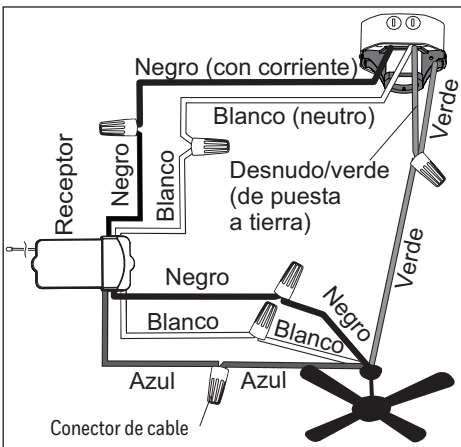

Figura 5.1
1. Asegure todas las conexiones del cableado con el conector de cables de aditamentos y con los conectores de cable del paquete remoto según el diagrama y siguiendo estos pasos (Figura 5.1):